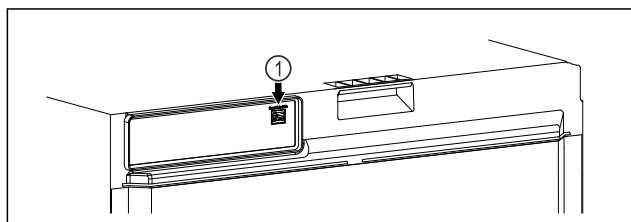

Fig. 101
- Je používán SmartModule Fig. 101 (1).